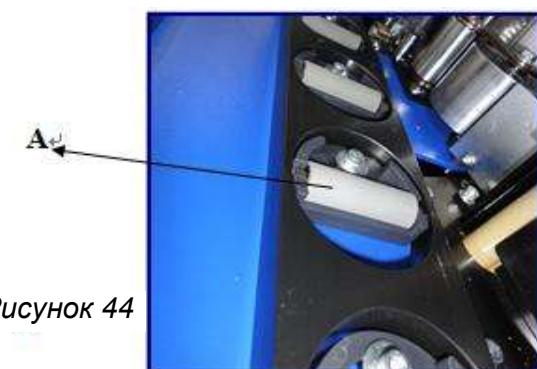

Рисунок 44
Чтобы отрегулировать угол маленького резинового ролика, для увеличения или уменьшения бокового давления, ослабьте винт **A** (рис. 44), поверните ролик под углом. Затяните винт **A** (рис. 44).
- ❖ Боковой прижим (см. рис. 37 - рис. 44)